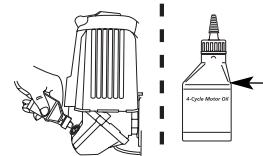

Fig. 24
- NOTA:** Use la botella y la boquilla que guardó del uso inicial para medir la cantidad correcta. El nivel de 90 ml (3,04 onzas) está aproximadamente en la parte superior de la etiqueta de la botella (Fig. 24). Mida el nivel con la varilla de medición. Si el nivel está bajo, agregue una pequeña cantidad de aceite y vuelva a medir (Fig. 24). No lo llene demasiado.